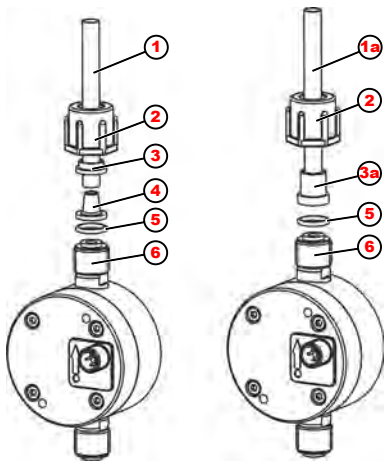

Fig. 4 : Aperçue
- Sectionner le tuyau flexible (Fig. 4 , pos. 1) en coupe droite.
- Pousser l'écrou-raccord (pos. 2) et la pièce de serrage (pos. 3) sur le tuyau flexible.
- Emmancher le tuyau flexible sur la pièce conique (pos. 4) jusqu'à la collerette de butée.
- Poser le joint torique (pos. 5) dans la gorge prévue pour sur l'adaptateur de raccord (pos. 6).
- Emboîter le tuyau flexible avec la pièce conique (pos. 4) et visser l'écrou-raccord (pos. 2) à bloc.
- Sectionner la tuyauterie (Fig. 4 , pos. 1a) en coupe droite.
- Pousser l'écrou-raccord (pos. 2) sur la tuyauterie.
- Souder la pièce insérée (pos. 3a) à la tuyauterie ou la coller à celle-ci.
- Visser l'écrou-raccord (pos. 2) à bloc.